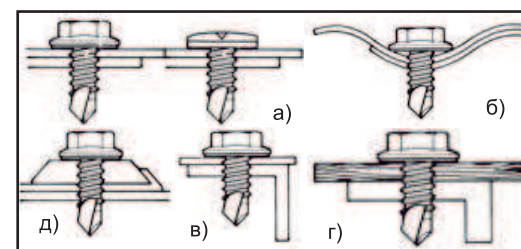

рис. 6
7.6 Закручивание саморезов в металлические конструкции (рис. 6)